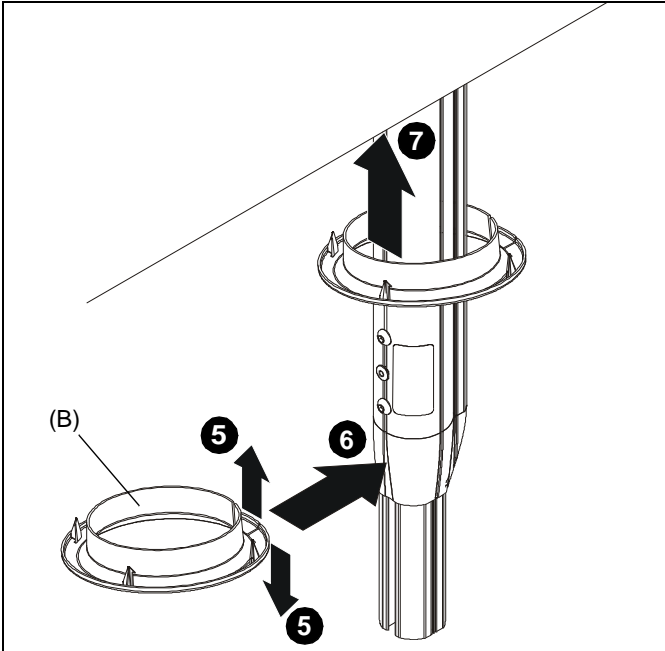

Figure 11
5. Placez l'anneau (B) de sorte qu'il s'enroule autour de la colonne d'extension. (Voir la Figure 11)
6. Enroulez l'anneau (B) autour de colonne d'extension. (Voir la Figure 11)
7. Poussez l'anneau (B) dans le trou découpé à l'étape 3 jusqu'à ce que l'anneau s'insère correctement dans le trou. (Voir la Figure 11)